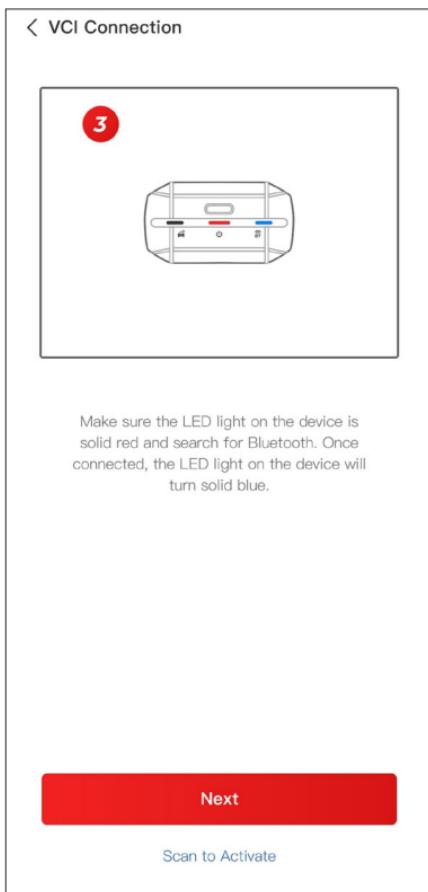

Figura 3-6
③ Certifique-se de que a luz LED do dispositivo esteja vermelha sólida e procure por Bluetooth. Uma vez conectado, a luz LED do dispositivo mudará para azul sólida (ver Figura 3-6).